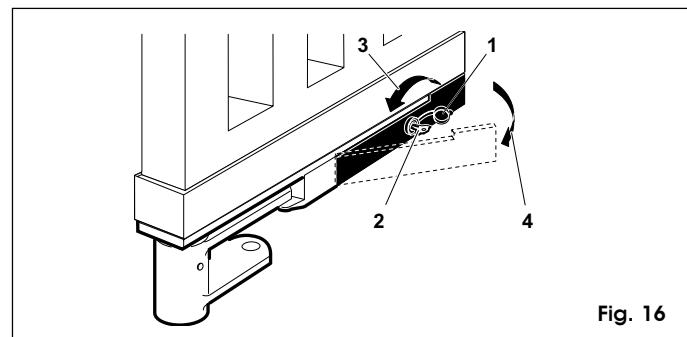

Fig. 16
- ouvrir le capot de protection de la serrure (fig. 16-rep.1)
- insérer la clé de déverrouillage dans la serrure (fig. 16-rep. 2)
- tourner la clé dans la direction du pilier jusqu'à l'arrêt (fig. 16-rep. 3)
- tirer la clé vers soi (fig. 16-rif. 4)